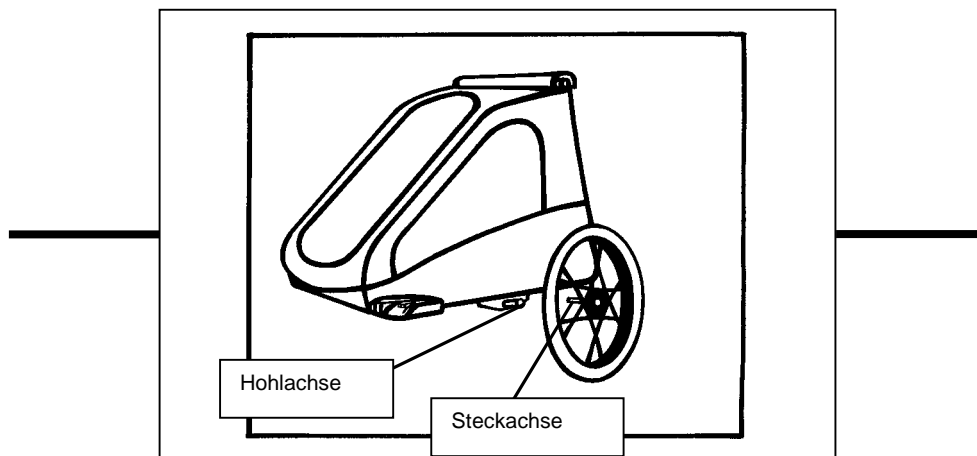

Abb.3
2. Die (am Rad befestigte) Steckachse in die Hohlachse einführen (siehe Abb. 3).